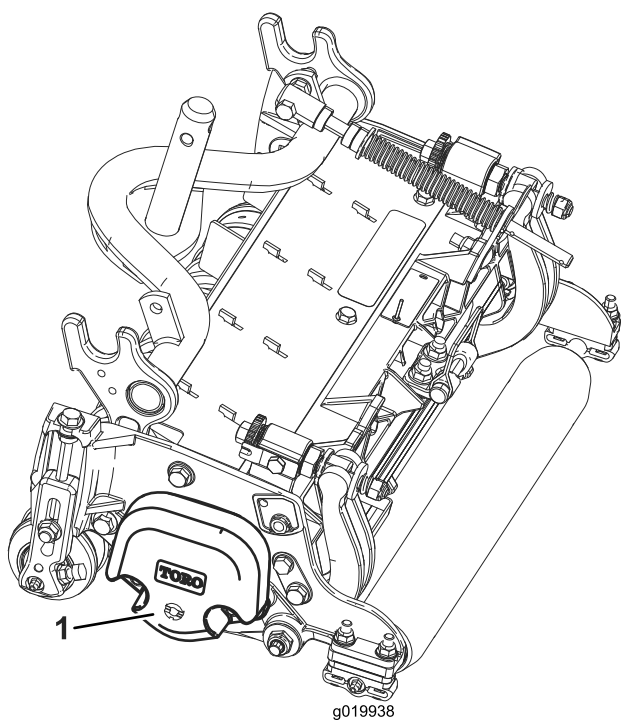

图 3
4. 按照滚刀组《操作员手册》的描述确保将配重块 (图 3) 安装到滚刀组正确的一端上。